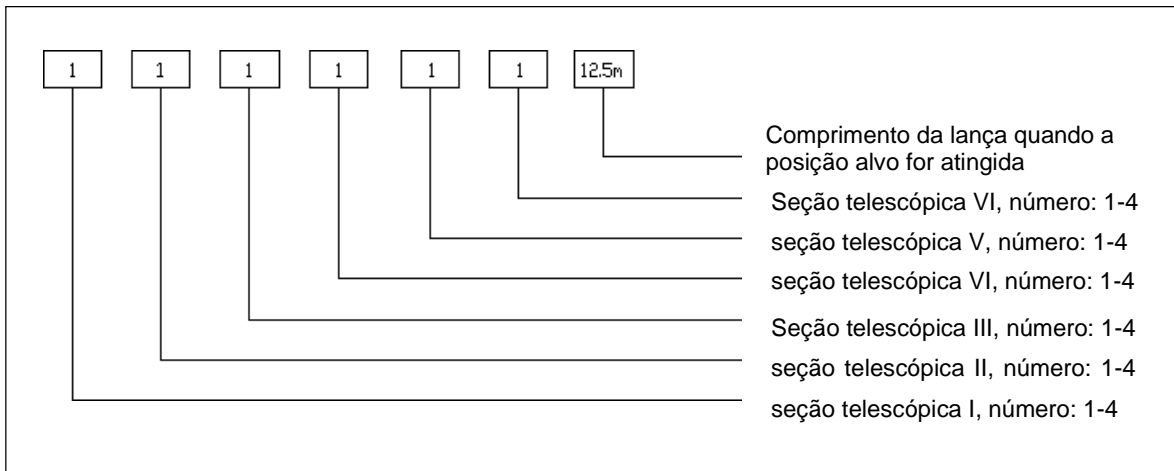

Figura 4-34 Combinação de lança
Ilustração de combinação de lança (consulte a figura 4-34).
- e) Pressione a tecla de função F2 na figura 4-34 para comutar para figura 4-41.